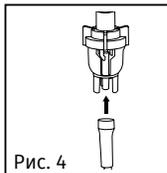

Рис. 4
6. Подсоединить воздухопроводную трубку к небулайзерной камере (рис. 4).